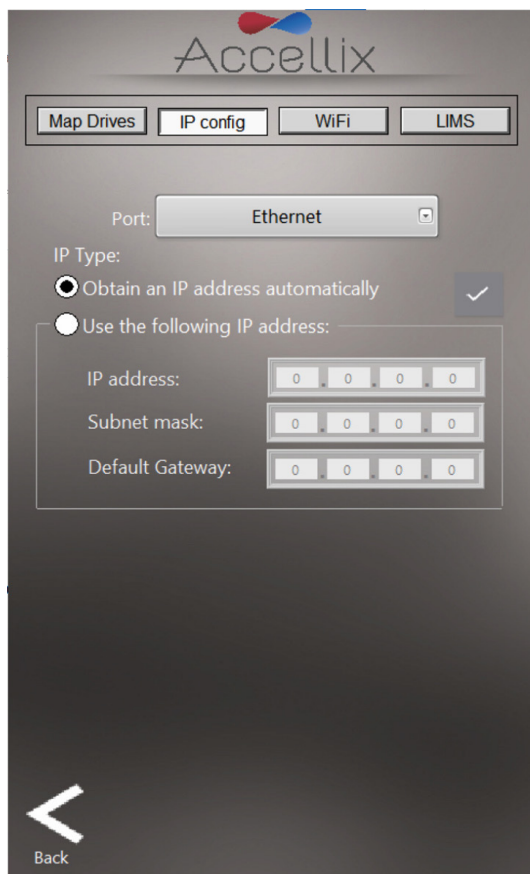

图25：网络屏幕：IP 配置选项卡
2. IP config（IP 配置）选项卡（图 25）允许将 Accellix 仪器的两个以太网端口中的任一端口的 TCP/IP 地址配置为使用动态或静态 IP 地址。